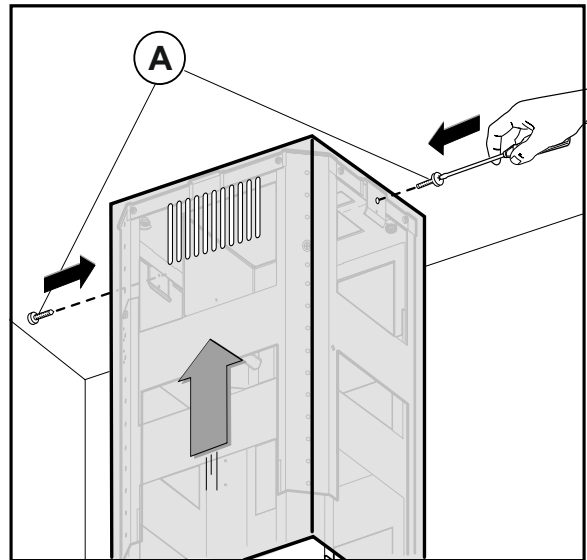

Fig.10
- 3.4.1 Asenna hormin yläosa 2 ruuvilla katossa olevan kehikon yläosaan. (Fig. 10)